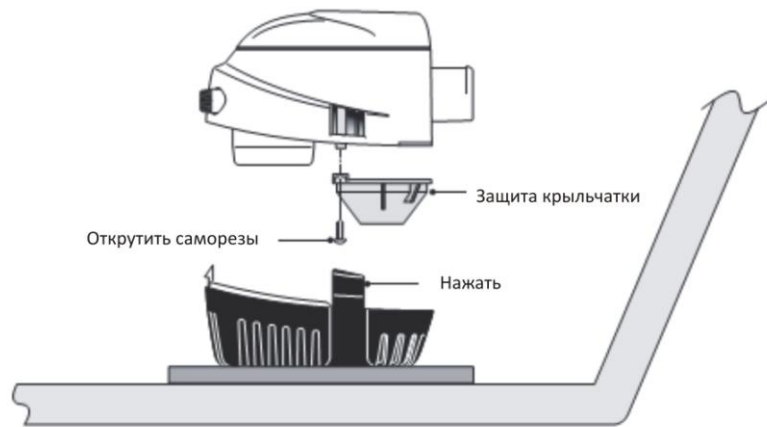

Рис. 5
1. Снимите базу – основание помпы Рис.5
2. Снимите корпус помпы с базы – фильтра и убедитесь, что крыльчатка насоса не повреждена и не засорена (Рис. 5).